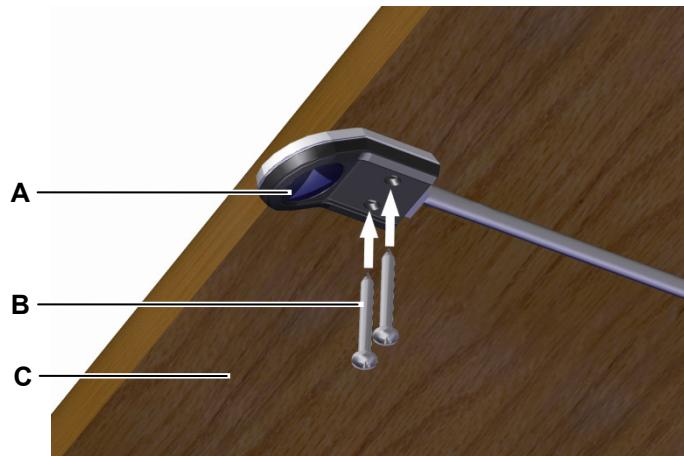

Abbildung 21 Beispiel: Montage des Bedienelements Motion Assist
Das Bedienelement Motion Assist wird mit zwei Schrauben unter dem Tisch (an der Tisch-Vorderkante) montiert, wie in Abbildung 21 gezeigt.
- Beispiel: Verwenden Sie Schrauben (B in Abbildung 21) nach DIN 7981 mit $\varnothing 3,9$ mm und geeigneter Länge (10 mm + Einschraubtiefe in den Tisch), Schraubenkopf: $\varnothing 7,5$ mm.